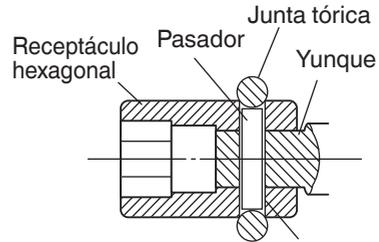

Fig. 4 Orificio
### (2) WR25SE: Tipo pasador, junta tórica (Fig. 4)